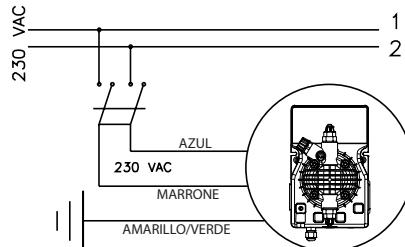

Fig. 4
1. Asegúrese de que esté desactivada eléctricamente (ambas polaridades) desconectando los conductores de los puntos de contacto de la red con el interruptor omnipolar de distancia mínima entre contactos de 3 mm. (Fig. 4).
1. Asegúrese que esté desactivada eléctricamente (ambas polaridades) desconectando los conductores de los puntos de contacto de la red con el interruptor omnípolo de distancia mínima entre contactos de 3 mm. (Fig. 4).
b.- Respete las leyes en vigor de cada país por lo que concierne a la instalación eléctrica (Fig. 4).
- a. Asegúrese de que esté desactivada eléctricamente (ambas polaridades) desconectando los conductores de los puntos de contacto de la red con el interruptor omnipolar de distancia mínima entre contactos de 3 mm. (Fig. 4).